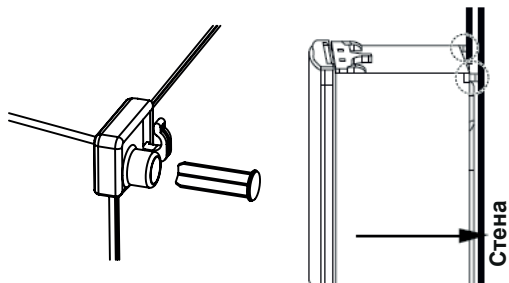

Рис. 2. Установка ограничительных упоров
- Установите ограничительные упоры в верхние углы задней стенки холодильника, как показано на рис. 2. Упоры поставляются в комплекте холодильника.